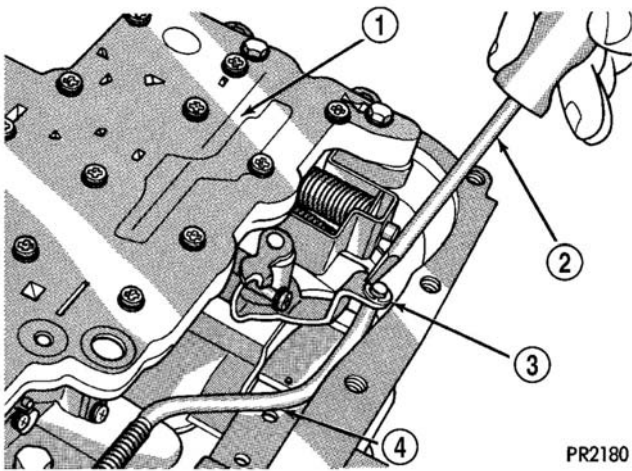

图 20 驻车杆 E 形固定夹
- 3-油滤器螺钉 (2)
(6) 拆卸空档起动和倒车灯开关。
(7) 拆下驻车杆 E 形固定夹 (图 20)。